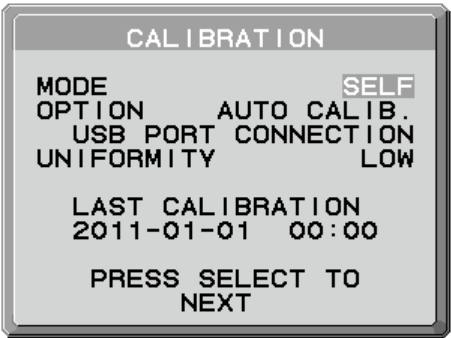

图 S.2
2. 在 MODE 选择中使用“LEFT”或“RIGHT”键选择 SELF（图 S.2）。按下“UP”或“DOWN”键移至下一选择。